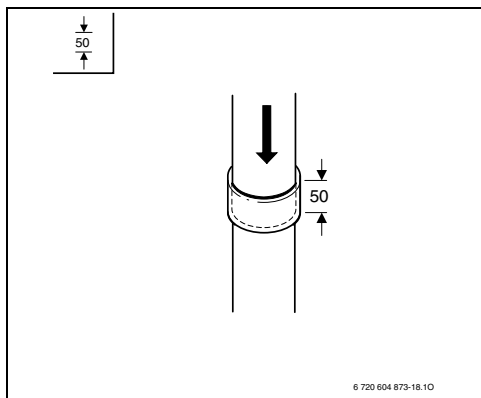

Рис. 36
► Установите дымовой комплект полностью на место (в данном случае глубина установки 50 мм) (Рис. 36 ).